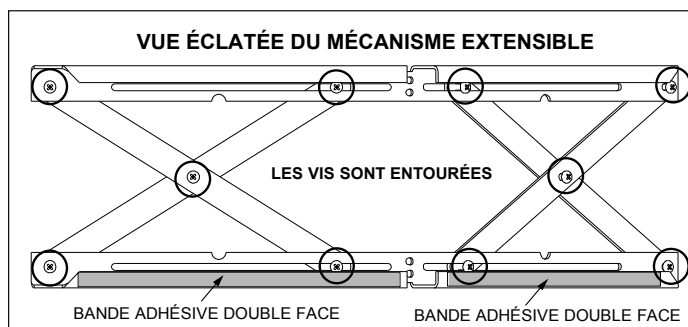

Figure 23.1
1. Les 10 vis de chaque mécanisme extensible sont fournies desserrées. **Figure 23.1.**